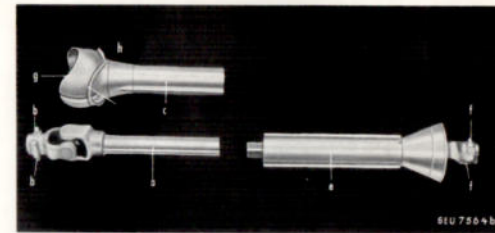

Bild 2: Die Gelenkwelle
a) Am Rotor-Krümler (Bild 2 und 3)
Die Nadellager der Gelenkwelle müssen alle 10-15 Betriebsstunden durch die in den Kreuzgelenken angebrachten Schmiernippel mit gutem Kugellagerfett durchgeschmiert werden. Die Schiebepfosten b und f (Bild 2) müssen regelmäßig geölt werden.